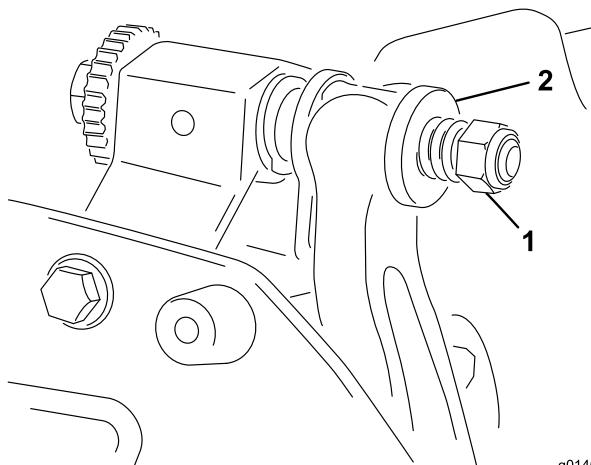

图19
- 旋紧弹簧加压螺母，直到弹簧完全压紧，然后往回松开1/2圈（图19）。